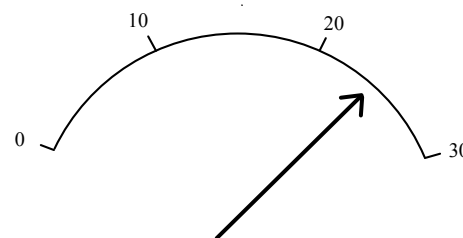

Fig. 1.39.
**P 1.13.** Comutatorul unui multimetru clasic este pe poziția 0.3 V DC (curent continuu) iar cea mai sensibilă scală a sa poartă inscripția  $50 \mu\text{A} / 30 \text{ mV}$ . Cînd acul are poziția din Fig. 1.39